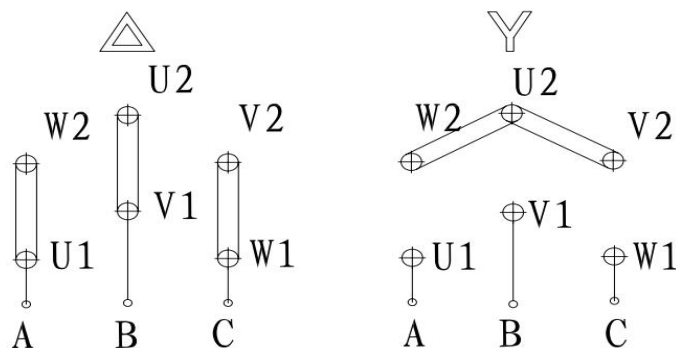

图 3（接线指示图）
6.3.3 六端子接线盒通过连接片改变接法（见图 3），可适应两种不同电压；需要有两个进线口可引入二根多芯电缆的接线盒，当引入一根多芯电缆只使用一个进线口时，另一个进线口的金属堵棒不得拿掉，否则将失去防爆性能。